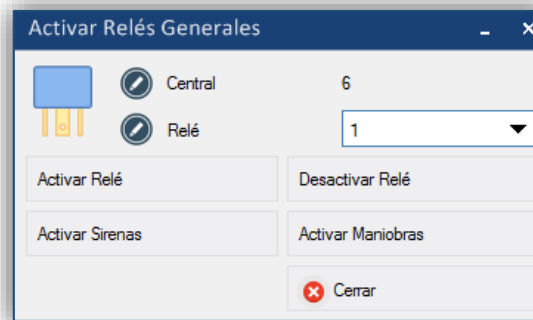

Figura 59. Menú para habilitar o anular zonas y puntos.
- La Figura 59 muestra el menú para activar o desactivar los relés lógicos configurados en la central. Para entrar, pulsar el botón **Relés lógicos** .